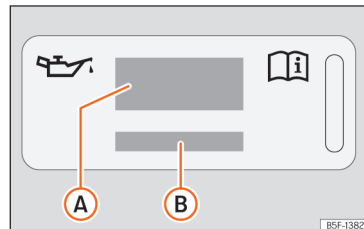
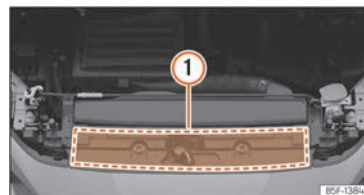

Abb. 213 Im Motorraum: Aufkleber mit Motoröl-Spezifikationen
Abb. 214 Im Motorraum: Position des Aufklebers mit Motoröl-Spezifikationen
Legende zur » (Abb. 213):
Wenn Motoröl nachgefüllt werden muss, verwenden Sie eines der auf dem Aufkleber angegebenen Motoröle » (Abb. 213). Der Aufkleber mit der vorgeschriebenen Motoröl-Norm befindet sich im vorderen Bereich des Motorraums » (Abb. 214) (1). Bei Verwendung des empfohlenen Motoröls kann das Motoröl so oft wie erforderlich nachgefüllt werden.
- Wenn der Aufkleber mit den Motoröl-Spezifikationen >>> (Abb. 213) fehlt, wenden Sie sich an einen Fachbetrieb.